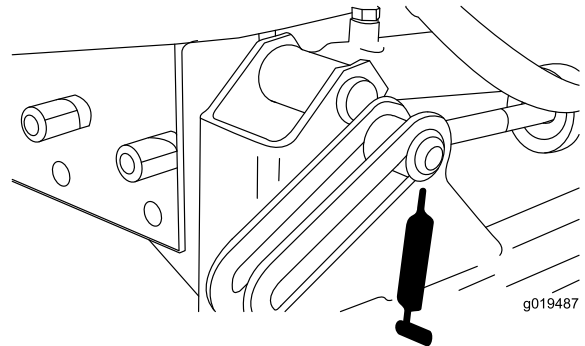
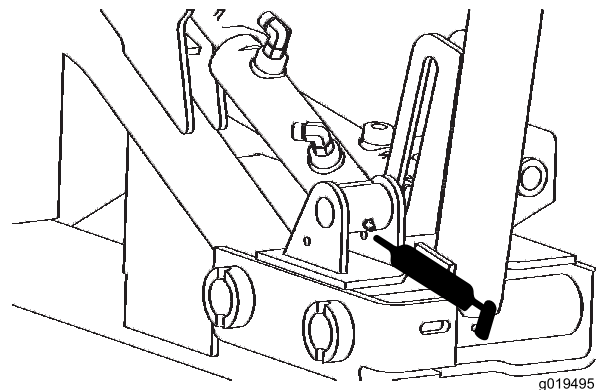

Bild 46
Bild 47
- Vordere Hubzylinder (3) (Bild 46 und Bild 47).